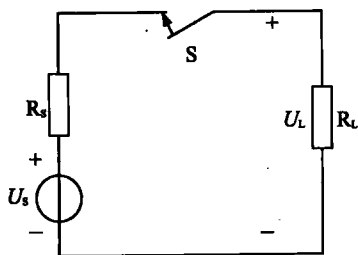

图 1-4 通路(负载工作状态)
(1)通路(负载工作状态)。通路就是电源与负载接成闭合回路,如图 1-4 所示电路中开关 S 合上时的工作状态。